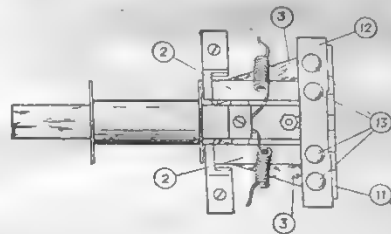

Рис. 3
5) Латунная стойка (рис. 3), состоящая из двух частей — низа (11), на котором укрепляется вибратор, и верхняя, где помещаются регулировочные винты (3) с очень мелкой нарезкой (12). Их можно купить по 5 коп. штука, у часовщиков на рынках. Толщина латуны для стойки — 3 мм. Винты (13) имеют длину 15 мм, головки у них очень маленькие и на них приходится напавывать латунные шляпочки, чтобы легче регулировать. Нарезка в латуны делается так: высверливаются в нужном месте четыре отверстия чуть больше диаметра винтика и, вставив плотно подогнанный стержень фибры,